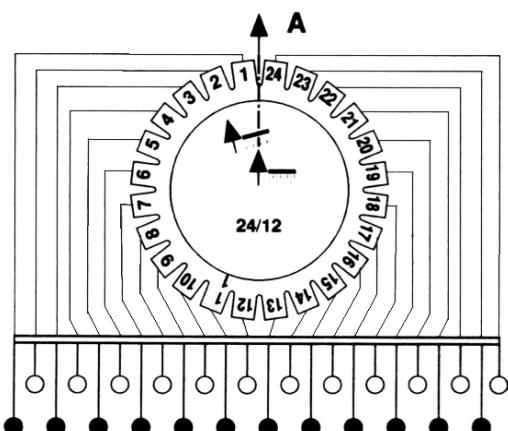

Рис. 32. Сев через длинные высевные секции
- стрелка редукционной головки в направлении движения – сеют только длинные высевные секции, рис. 32,